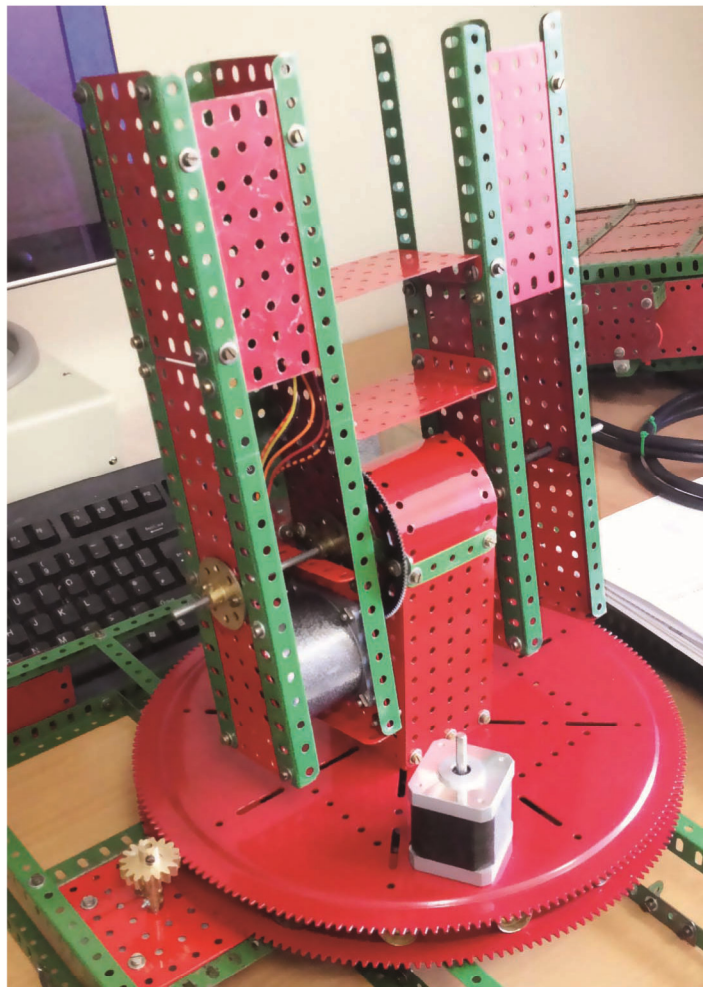

Fig. 3 Robot en construction, vue du moteur pas à pas n°2
- une grande table robuste construite en pièces Meccano, laquelle supporte le plateau N° 167 de 30 cm, de sorte que le bras reste stable quand on cherche à atteindre une position éloignée (Fig. 3),